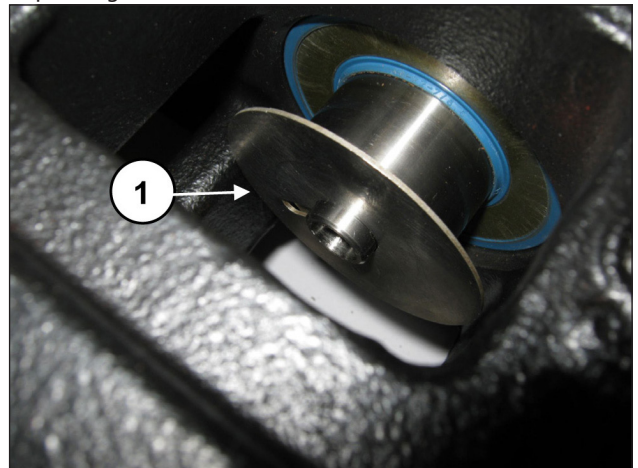

Fig. 180
Placer les bavettes dans le logement sur le guide du piston (rep. ①, Fig. 180).